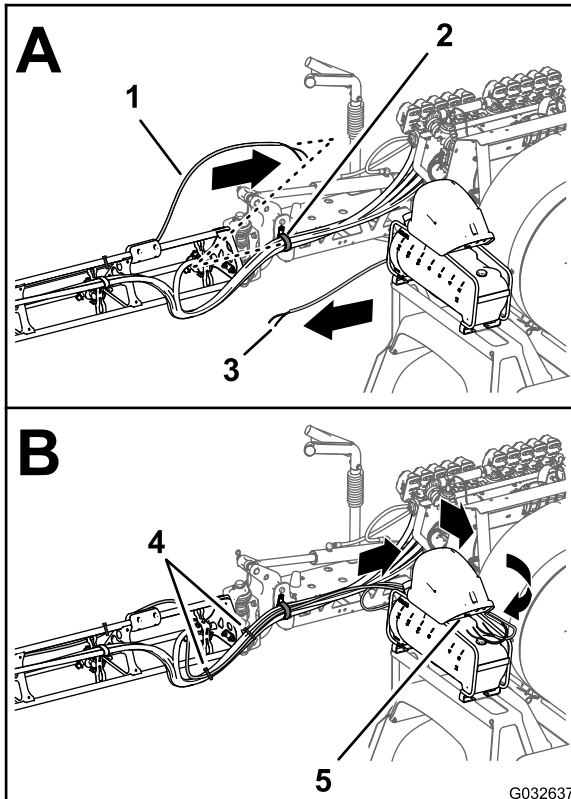

Bild 173
Auslegerabschnitt nach innen und durch die R-Klemme in der Nähe des Drehpunkts, für jeden äußeren Auslegerabschnitt (Bild 173).
- Verlegen Sie die Schläuche nach vorne entlang der Innenseite des Kompressors für den Behälter (Bild 173).
- Befestigen Sie den Schaummarkierschlauch mit zwei Kabelbindern an den Sprühdüsen-schläuchen (Bild 173).